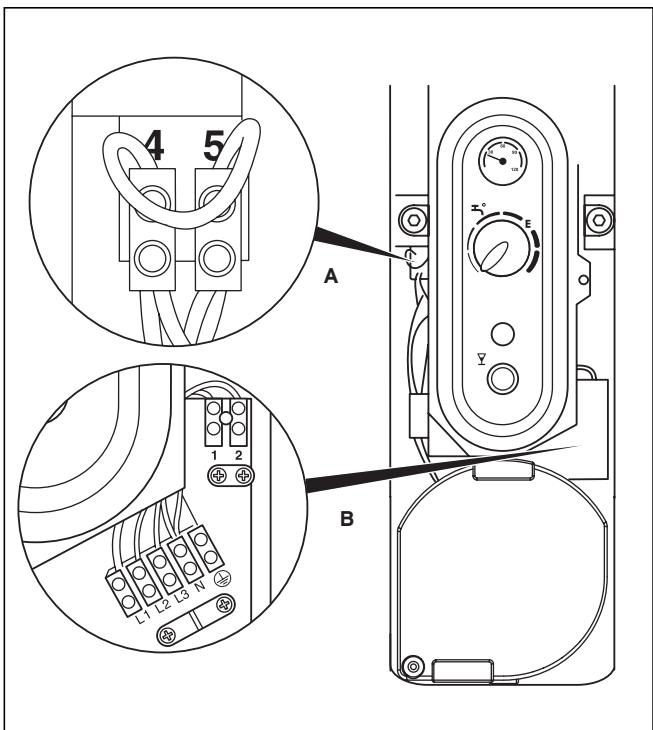

Fig. 8.5 Boîtier de raccordement
- Posez le câble dans le serre-câble ouvert (**B**, voir fig. 8.5).